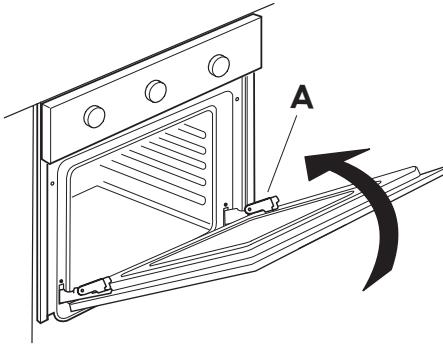

Abb. 2
- Schließen Sie die Tür bis zum Anschlag (A), heben Sie sie an (B) und drehen Sie sie (C), bis sie aushakt (D) (Abb. 2, 3 und 4).